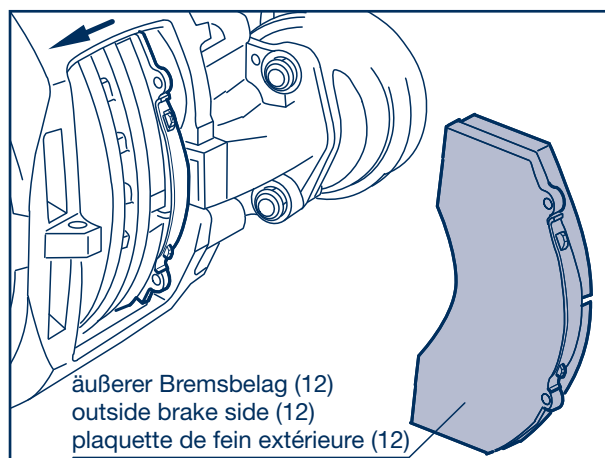

Fig. 4
- [7] Äußeren Bremsbelag aus dem Belagschacht herausziehen (Fig. 4).
- [16] Bremssattel anschließend wieder in Richtung Fahrzeugaußenseite drücken und den äußeren Bremsbelag (12) einsetzen (Fig. 4).
- [7] Pull the outside brake pad out of the brake pad cavity (Fig. 4).
- [16] Then press the brake caliper back towards the outside of the vehicle and insert the outer brake pad (12) (Fig. 4).
- [7] Retirer la garniture de frein extérieure de son logement (fig. 4).